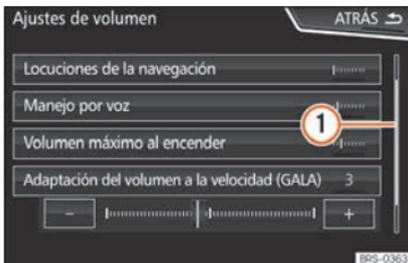

Fig. 176 Entradas de una lista de un menú de ajustes.
La barra de desplazamiento se muestra a la derecha y su tamaño depende de las entradas de la lista » **fig. 176** ①.